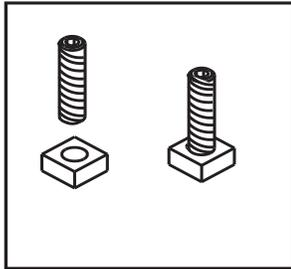

Figure 24.1
1. Vissez les boulons Allen dans les écrous jusqu'à ce qu'ils soient à ras. **Figure 24.1.** Les boulons Allen et les écrous sont inclus dans l'ensemble de composants placé à l'intérieur de la boîte à feu de l'appareil.